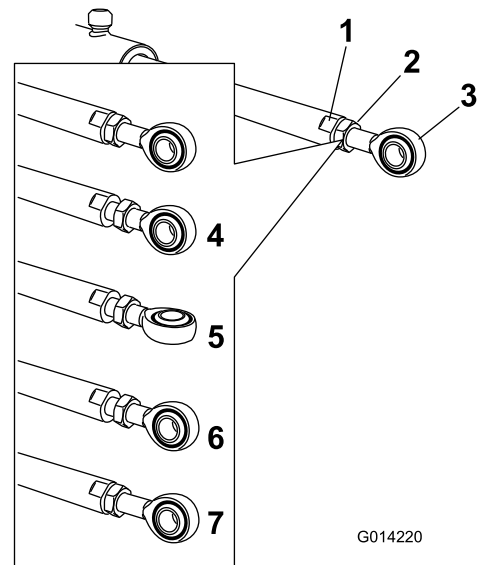

Bild 64
5. Arretieren Sie die flachen Seiten der Aktuatorstange mit einem Schraubenschlüssel und lösen Sie dann die Klemmmutter, damit Sie die Ösenstange manipulieren können (Bild 64).
6. Drehen Sie die Ösenstange in der Aktuatorstange, um den ausgefahrenen Aktuator auf die gewünschte Stellung zu verlängern oder zu verkürzen (Bild 64).